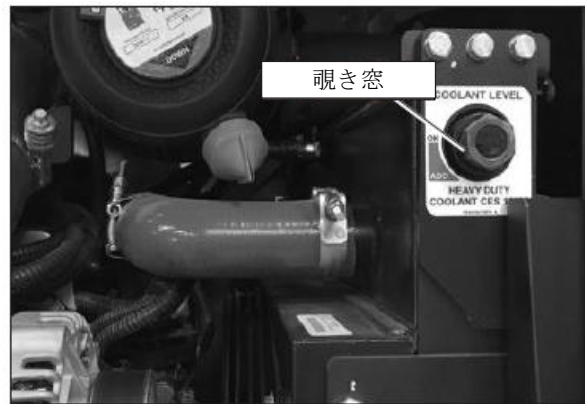

図 7.2 - ターンテーブル右側
- エンジンが冷えているときは、冷却液タンクの一番上にある覗き窓から冷却液面が見えなくてはなりません（図 7.2 を参照）。